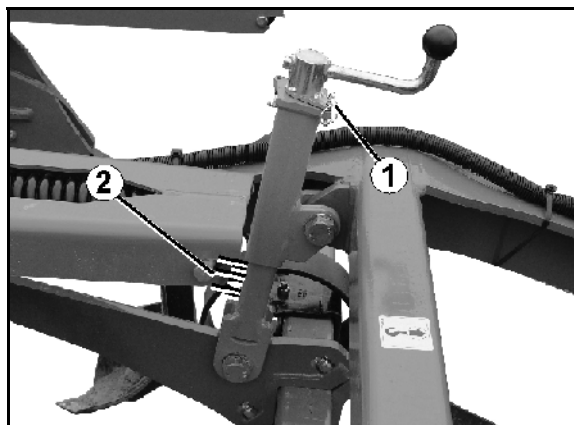

Bild 22
1. Dra ut låssprinten (Bild 22/1).
- För orientering finns en skala anbringad på inställningsenheterna (Bild 22/2).